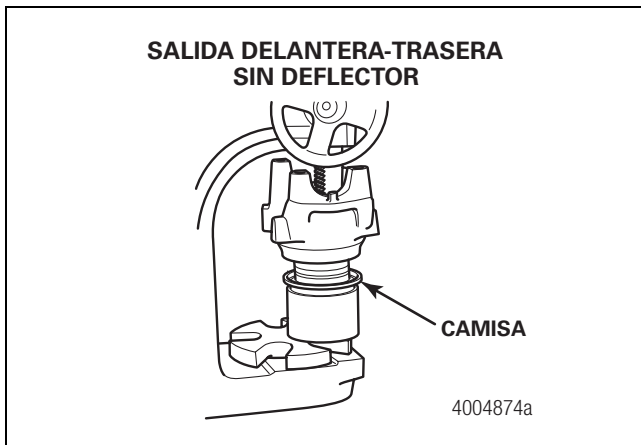

Figura 5
4. Aplique una capa ligera de aceite para ejes en el rodamiento del sello del yugo. Coloque la camisa dentro del instalador de camisas para el yugo de salida del eje delantero-trasero. No toque las áreas engrasadas de la camisa. La camisa debe mantenerse limpia antes de ser ensamblada en el sello. Utilice una prensa de husillo y el instalador adecuado para instalar la camisa en el yugo. Verifique que la camisa esté asentada completamente en el yugo para prevenir daños a los componentes. Figura 5.